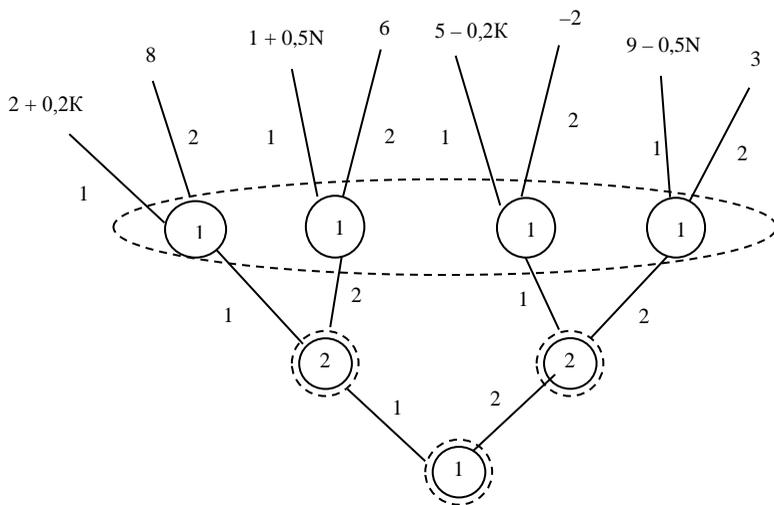

Рис. 1.2. Дерево игры
1. Позиционная игра изображена на рис. 1.2.